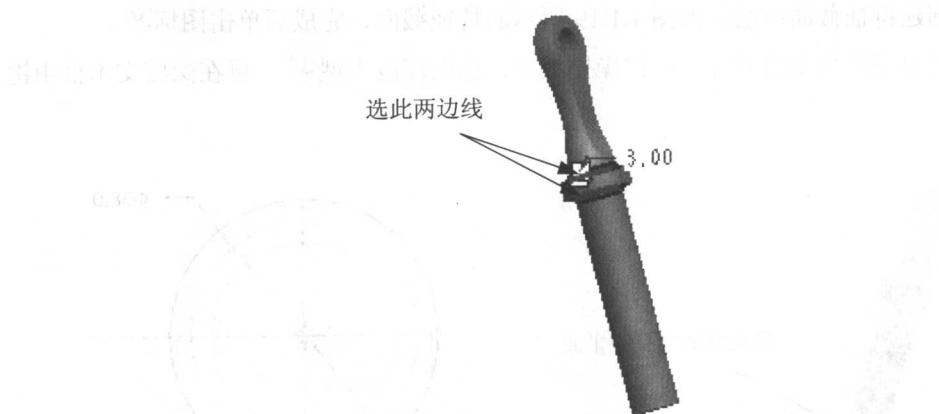

图 1.1.16
- (1) 选取特征的命令：选择 **插入(I)** →  **倒圆角(F)**... 命令。
- (2) 选取圆角的放置参照：在模型上选择图 1.1.16 所示的边线。
- (3) 给出圆角的半径值：在操控板中的圆角半径文本框中键入 3，并按回车键。